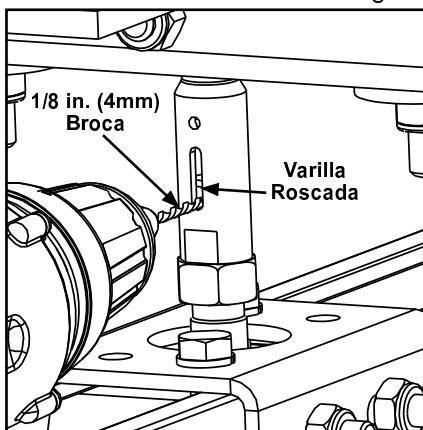

Figura 3-58
- Paso 6. En varilla roscada haga un orificio pasado con broca $1/8''$ (4 mm) e inserte la chaveta. Vea Figura 3-58 y 3-59.